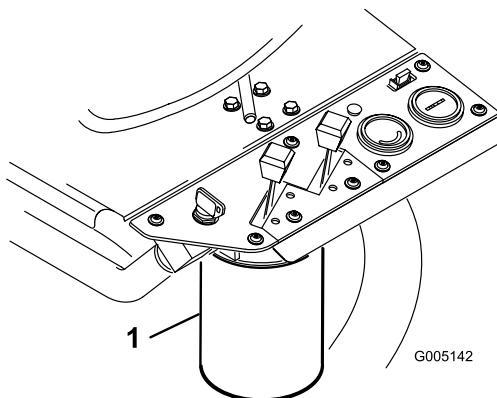

Figure 48
2. Nettoyez la surface autour de la surface de montage du filtre (Figure 48). Placez un bac de vidange sous le filtre et enlevez le filtre.